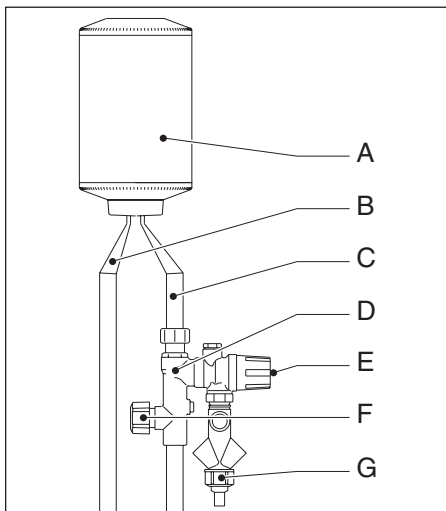

Abb. 2 Funktionsprinzip
- Schließen Sie den Absperrhahn der Sicherheitsgruppe (Abb. 2).
Prüfen Sie regelmäßig, ob das Expansionswasser ungehindert durch das Überlaufventil (Abb. 2) aus dem Gerät abgeleitet wird. Um Kalkablagerung im Überlaufventil zu verhindern, ist dieses in regelmäßigen Abständen zu bedienen.